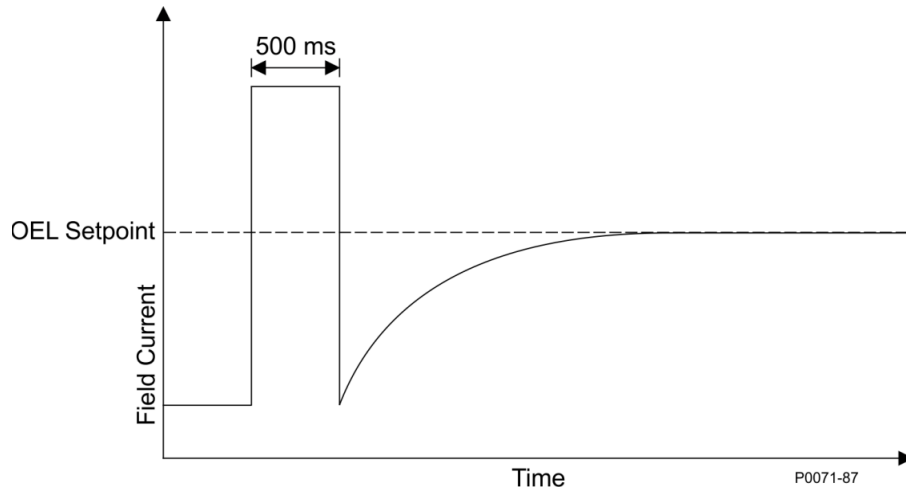

图 3-2 反时限曲线
*反时限型过励限制*当使用反时限型过励限制时，限制启动时的励磁电流水平由可调的电流设置值确定。如果励磁电流超过电流设定值，前面板和BESTCOMS里的OVEREXCITATION LIMITING指示灯将发光，励磁电流被限制，强制跟随反时限曲线（见图3-2）。